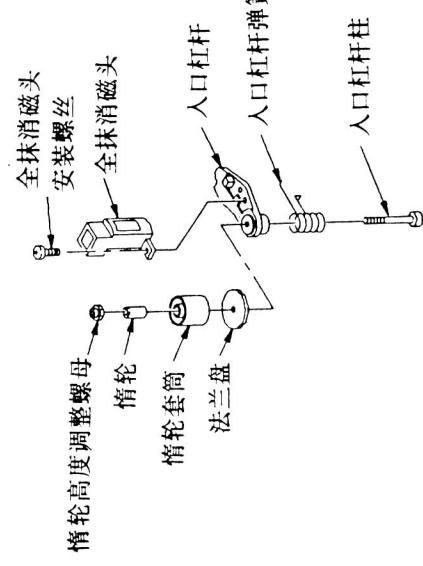
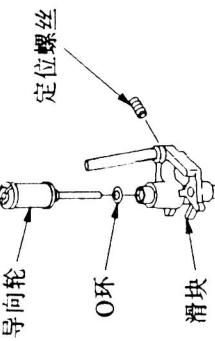

图35
图36
②如图35所示，旋下全抹消磁头固定螺丝，将全抹消磁头取出；
- ③更换新的全抹消磁头并拧紧全抹消磁头的固定螺丝；
④将2P连接插头插上；
⑤安装完毕后，须进行磁带走行系统的检查和调整。
步骤：①旋下情轮高度调节螺母，并按图35所示更换情轮（在旋出螺母之前，记录下高出螺母表面的螺纹数）；
- ②重新安装情轮时，按上述相反的步骤进行；
③安装完毕后，须进行磁带走行系统的检查和调整。
步骤：①如图36所示，放松定位螺丝；
②逆时针方向旋转导轮并取出之；
③由于O形环在拆卸时是粘着在导轮上的，须将其取下并安装于新的导轮上；
- ④重新安装时，步骤与上述相反；